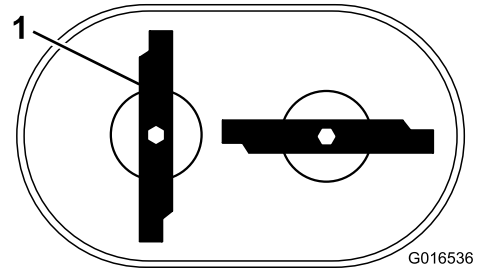

Рисунок 41
**Примечание:** Ножи должны быть расположены перпендикулярно, формируя перевернутую букву «Т», как показано на Рисунок 41.